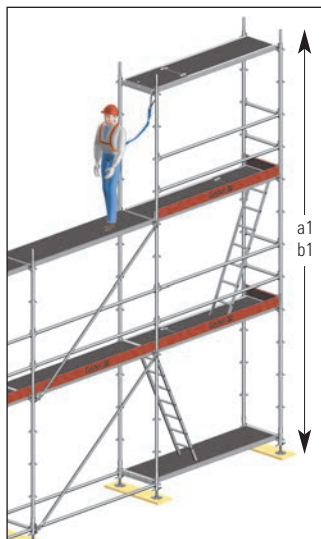

Fig. 29: Conexión por encima de la cabeza
- a1) Conexión por encima de la cabeza por lo menos 5,25 m. (Fig. 29)
- b1) Conexión por encima de la cabeza por lo menos 4,75 m. (Fig. 29)